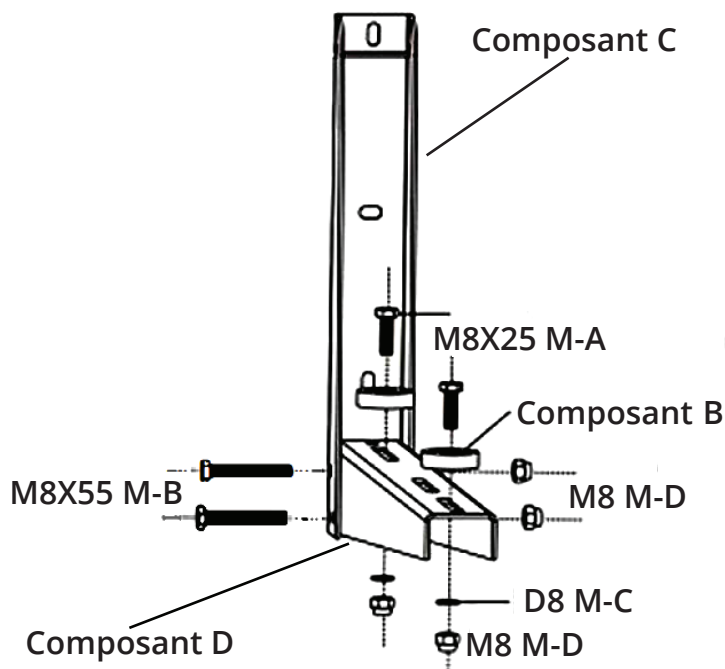

Fig. 2.1
1. Prenez un composant C et un composant D. En utilisant la Fig 2.1 ci-dessous comme guide, mettez le composant C debout et insérez le composant D dans le bas du composant C. Assurez-vous d'aligner les quatre trous de boulons (deux de chaque côté) au bas du composant C avec les trous correspondants du composant D. Le composant C et le composant D doivent être perpendiculaires l'un par rapport à l'autre pour créer une forme en « L ».
4. Ensuite, prenez deux boulons (composant M8x25 M-A) et placez des rondelles (composant B) sur ceux-ci. Ensuite, insérez les boulons avec les rondelles dans les trous de coulissement avant et arrière sur le dessus de la base du composant D. Ensuite, vissez les écrous (composant M-D) sur l'extrémité des boulons et serrez-les jusqu'à ce qu'ils soient bien fixés. NE PAS trop serrer les écrous. Veuillez vous référer à la Fig. 2.1.